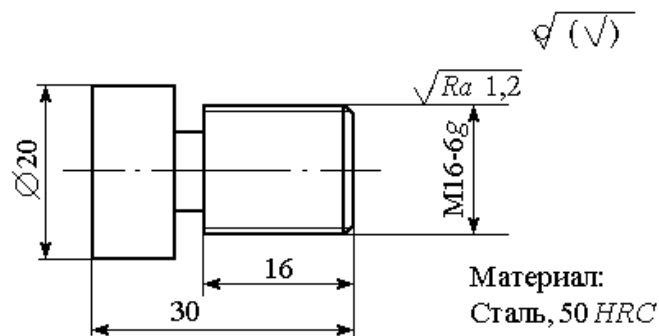

Рисунок 14
10. Перечислить возможные методы получения резьбовой поверхности (рисунок 14).